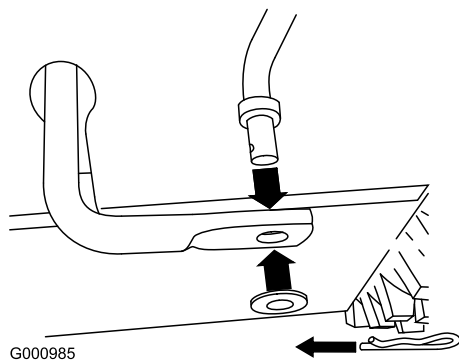

Figure 5
- Retirez la goupille fendue et la rondelle à l'extrémité inférieure de la tige de commande de vitesse et insérez l'extrémité dans le bras de liaison inférieur de sorte que l'extrémité courbe de la tige de commande de vitesse soit dirigée vers l'arrière (Figure 5).